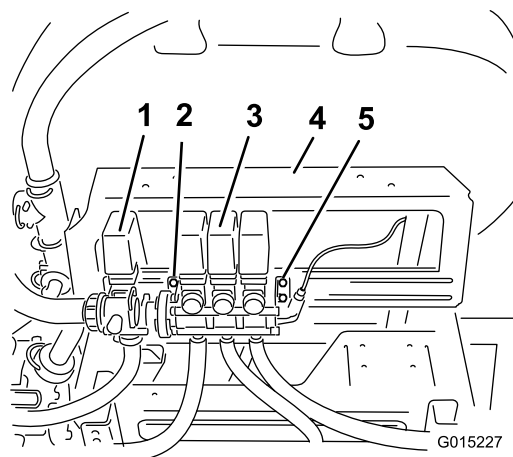
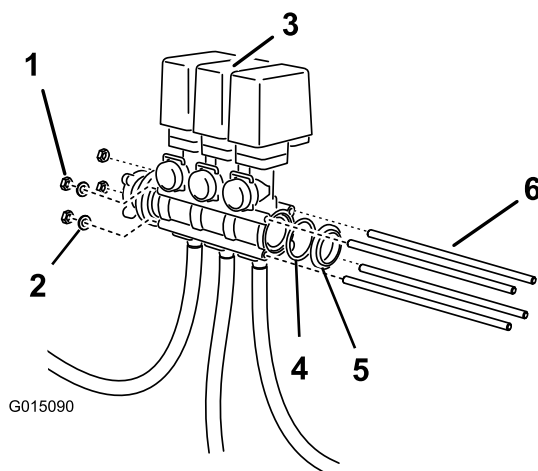

Figure 4
Figure 6
1. Desserrez, mais ne retirez pas, les boulons qui fixent l'ensemble vannes de rampe au support droit (Figure 4).
- Insérez les tiges filetées dans les trous des corps des vannes de dérivation des rampes et, dans le cas des 2 tiges les plus proches du longeron de montage, dans le support gauche (Figure 4 et Figure 6).